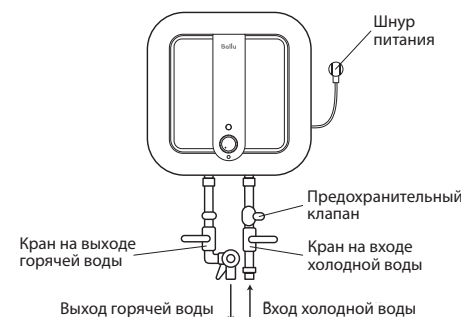

Рис. 1
- Предохранительный клапан следует устанавливать в месте входа воды (см. рис. 1).